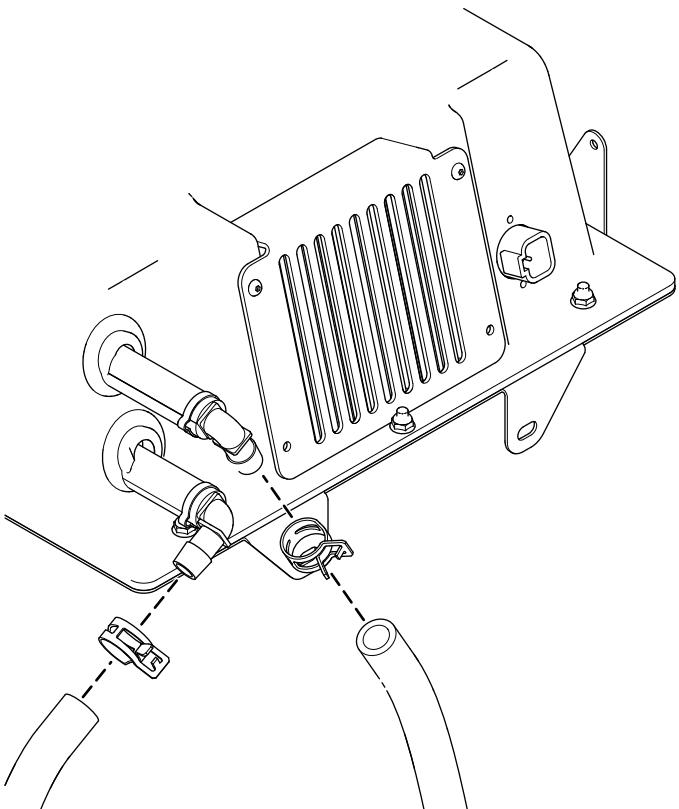

Bild 16
7. Verbinden Sie die 2 Kühlmittelschläuche an der Vorderseite des Heizungskastens mit 2 Bandklemmen, wie in Bild 16 dargestellt.